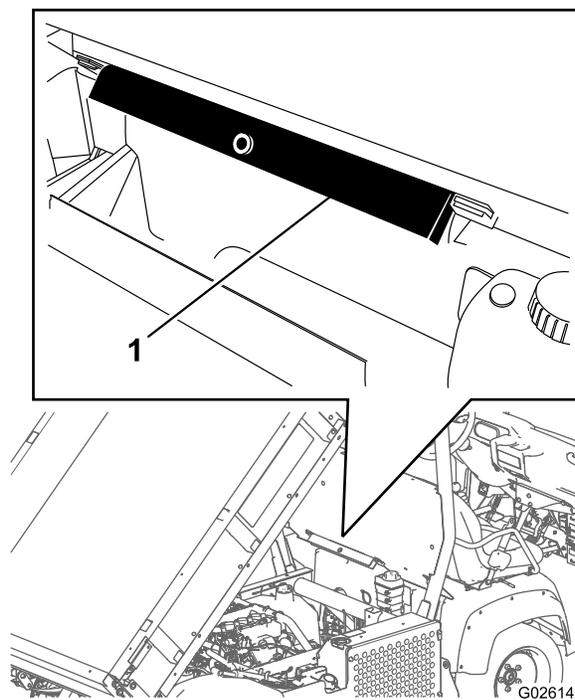

Рисунок 12
2. Выньте опору кузова из кронштейнов для хранения на задней стороне панели конструкции ROPS (Рисунок 12).